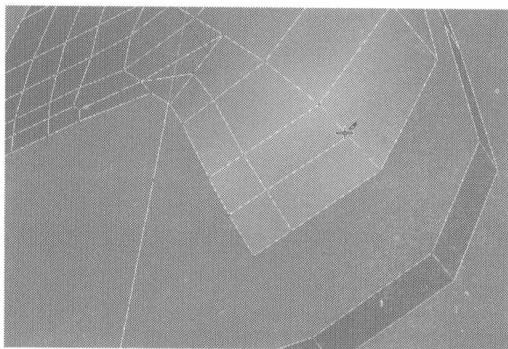
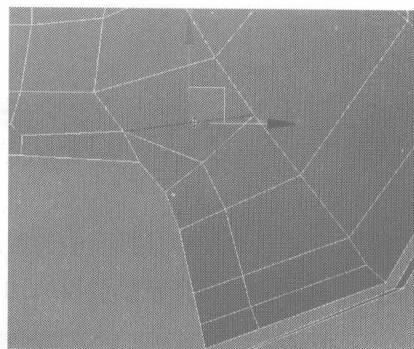
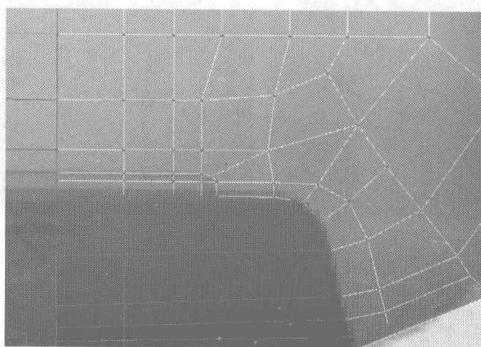

图 4.291
图 4.292
图 4.293
- 03** 继续在 Back 视图中添加如图 4.291 所示的细分线，再用 Remove 命令将如图 4.292 所示的曲线删除，然后相应地调整插线孔处的节点并添加一些细分曲线，效果如图 4.293 所示。